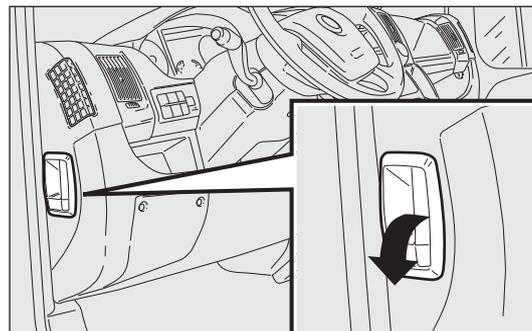

fig. 120
- tire la palanca fig. 120 hacia el sentido indicado por la flecha;